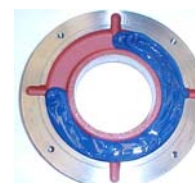

Figura 7.3: Anel de fixação externo do mancal
- Preencher $\frac{3}{4}$ do depósito dos anéis de fixação interno e externo com a graxa recomendada (Figura 7.3) e lubrificar o rolamento com quantidade suficiente de graxa antes de montá-lo;
Quando o mancal for aberto, injetar a graxa nova através da graxeira para expelir a graxa velha que se encontra no tubo de entrada da graxa e aplicar a graxa nova no rolamento, no anel interno e anel externo, preenchendo $\frac{3}{4}$ dos espaços vazios, conforme mostrado na Figura 7.3. No caso de mancais duplos (esfera + rolo), preencher também $\frac{3}{4}$ dos espaços vazios entre os anéis intermediários; Nunca limpar o rolamento com panos a base de algodão, pois podem soltar fiapos, servindo de partícula sólida.